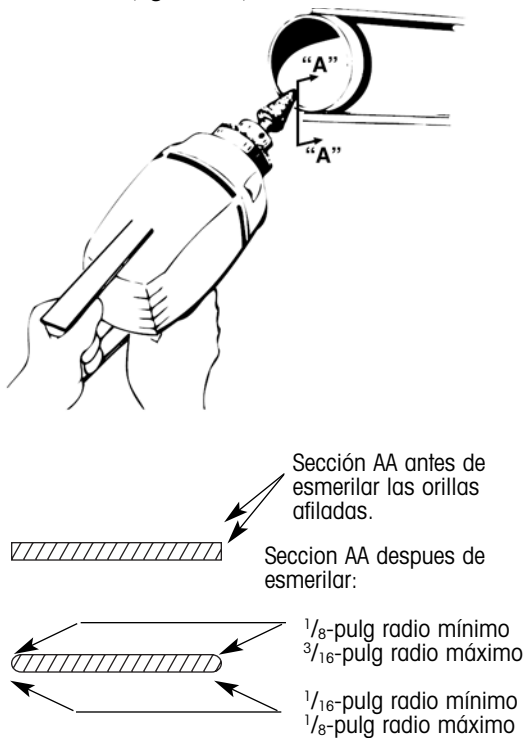

Figura 22. Reparación de la orilla del tubo del buje
2. Revise las orillas del tubo del buje para encontrar rebabas o bordes afilados. Remueva cualquier rebaba u orilla afilada con un esmerilador (figura 22).